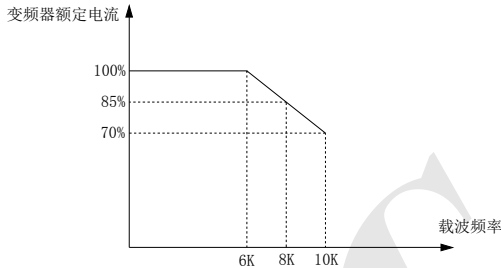

图 2-6 载波频率降容
(1) **载波频率降容：**载波频率高于出厂设定值时，根据图 2-6 降容。